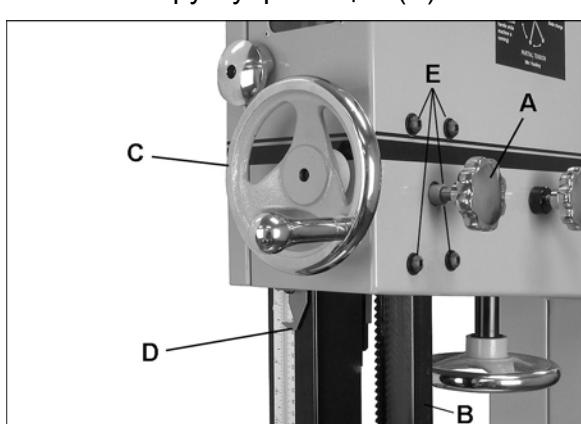

Рис. 29
См. Рис. 29.
4. Ослабьте ручку фиксации (A, Рис. 29) и установите направляющую стойку в верхнее положение.
6. Если направляющая стойка ходит вверх и вниз не по прямой (пильное полотно отклоняется, когда стойка поднята), слегка ослабьте четыре винта (E, Рис. 29) и отрегулируйте стойку.
7. По завершении регулировки плотно затяните винты (E).